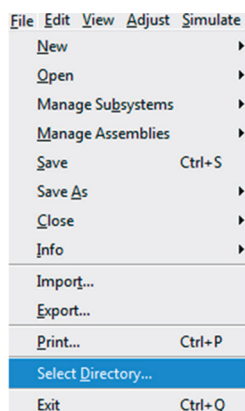

Figura 4.120 – Selecionando diretório para simulações.
- Primeiramente, defina o diretório para armazenar os resultados gerados na simulação. Acesse o menu *File* → *Select directory* (Figura 4.120).